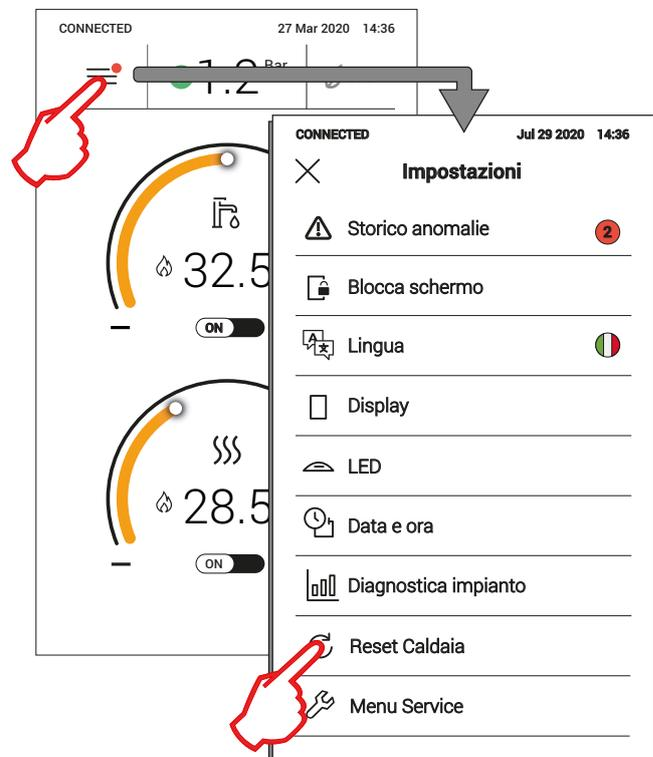

рис. 34
- 2 Прикоснувшись к значку главного меню, а затем к кнопке [Сброс котла] после появления экрана, подобного показанному на рис. 34 (значок главного меню с красной точкой).